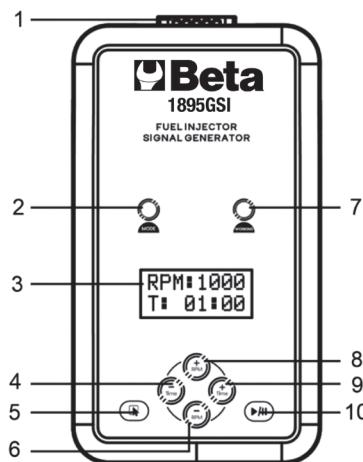

Fig. 1
- Selectați viteza de rotație simulată dorită prin apăsarea butoanelor "+" (8 Fig. 1) și "-" (6 Fig. 1).
- Setați durata procesului apăsând butoanele "+" (9 Fig. 1) și "-" (4 Fig. 1) pentru.